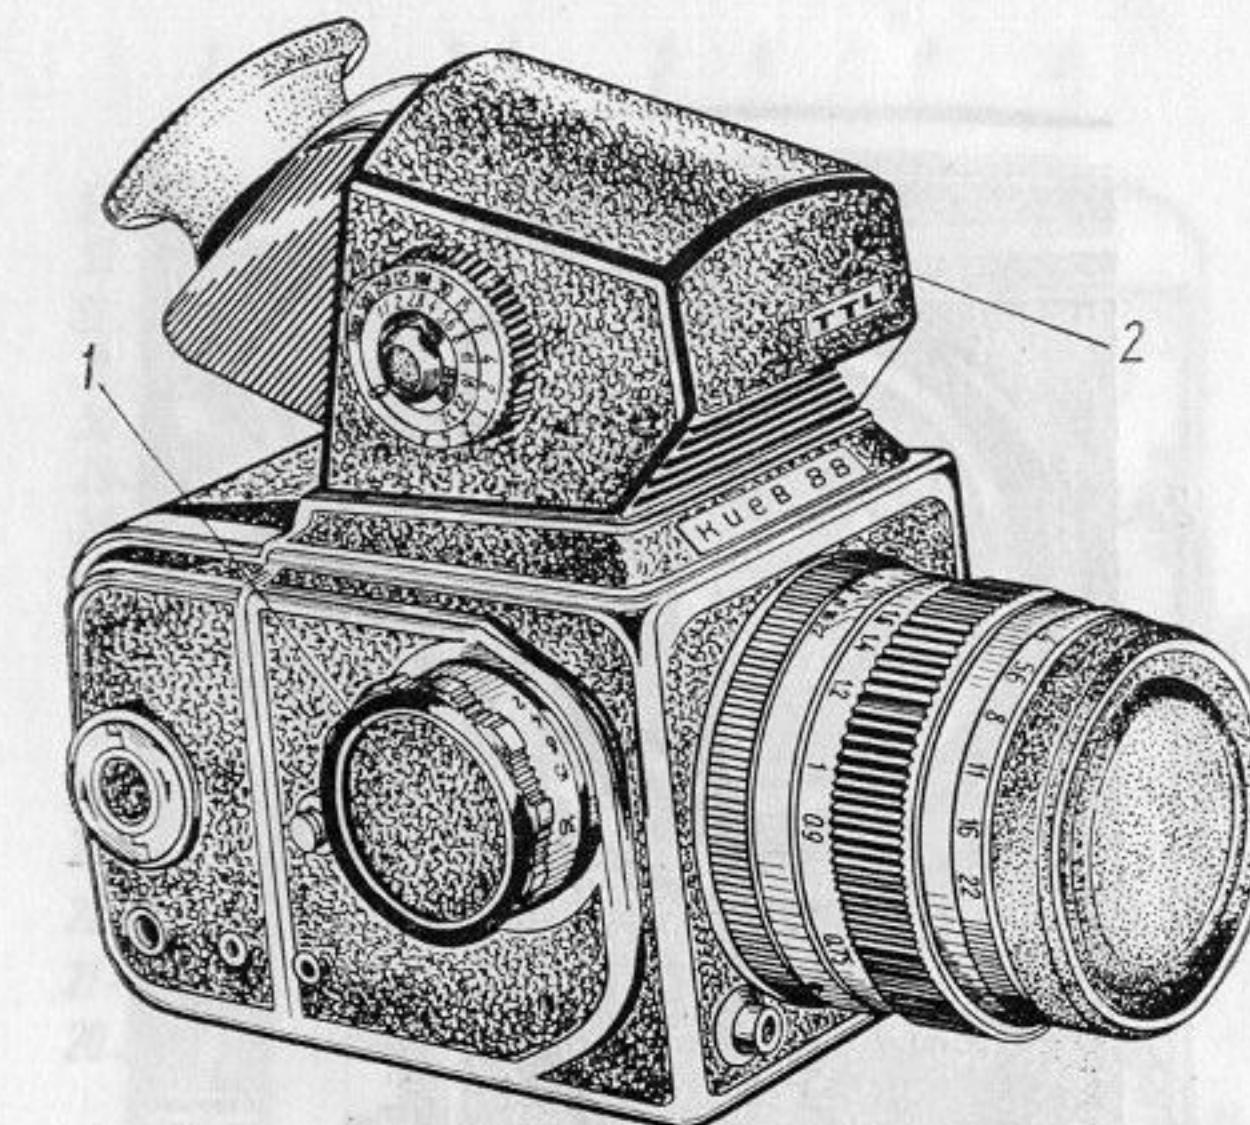

Рис. 2. Фотоаппарат КИЕВ 88 TTL
8.7. Нанести тонкий слой клея на обклейку 1 (рис. 2), выдержать до отлипа и наклеить на заводную головку.